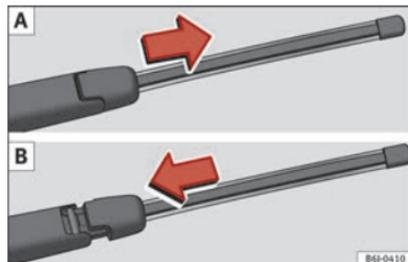

Fig. 172 Estrarre e posizionare la spazzola del tergilunotto.
- Scorrere l'adattatore della spazzola nella direzione della freccia e rimuovere la spazzola » **fig. 172 A.**
– Posizionare la spazzola come indicato nella figura »» **fig. 172 B** e scorrere l'adattatore fino a quando non si incastra.